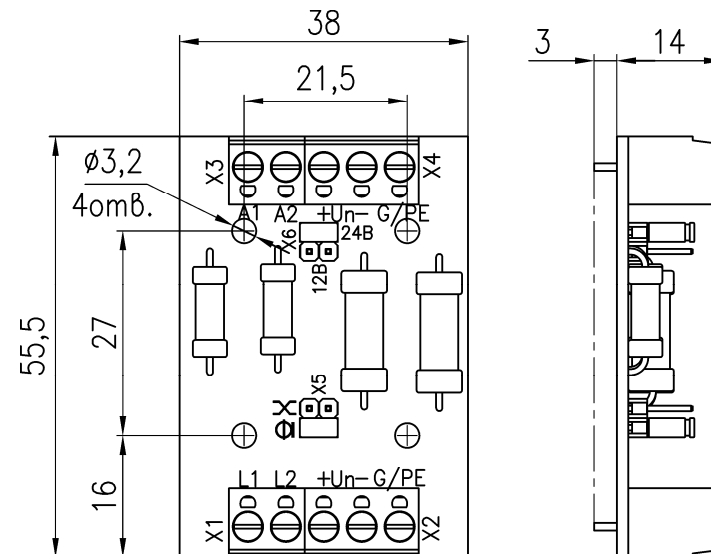

Рис.1 Габаритные и установочные размеры
18. Габаритные размеры см. рис.1;